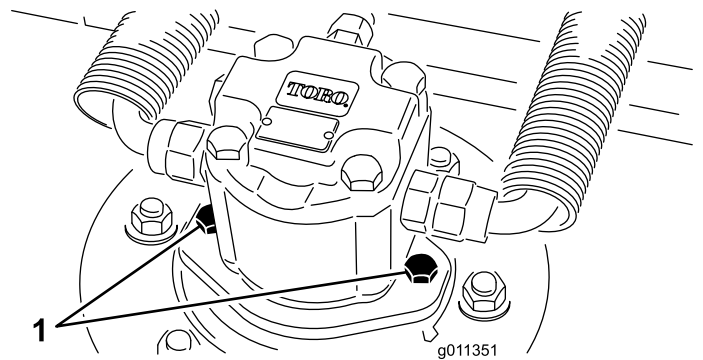

Figura 98
2. Desconecte el motor hidráulico y retírelo de la carcasa (Figura 98). Tape la parte superior del eje para evitar la contaminación.
3. Instale el motor hidráulico en la carcassa (Figura 98). Asegúrese de que la junta tórica está correctamente colocada y que no está dañada.